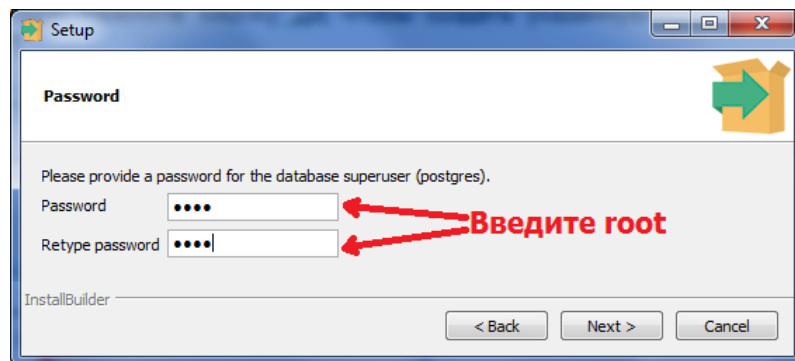

Рис. 5.7. Установка пароля для суперпользователя
6. Введите пароль для суперпользователя и нажмите кнопку Next (Рис. 5.7).